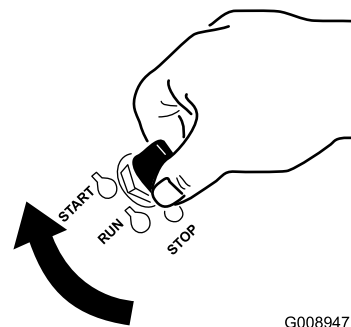

Figure 22
1. Tournez la clé de contact à la position DÉMARRAGE (Figure 22).